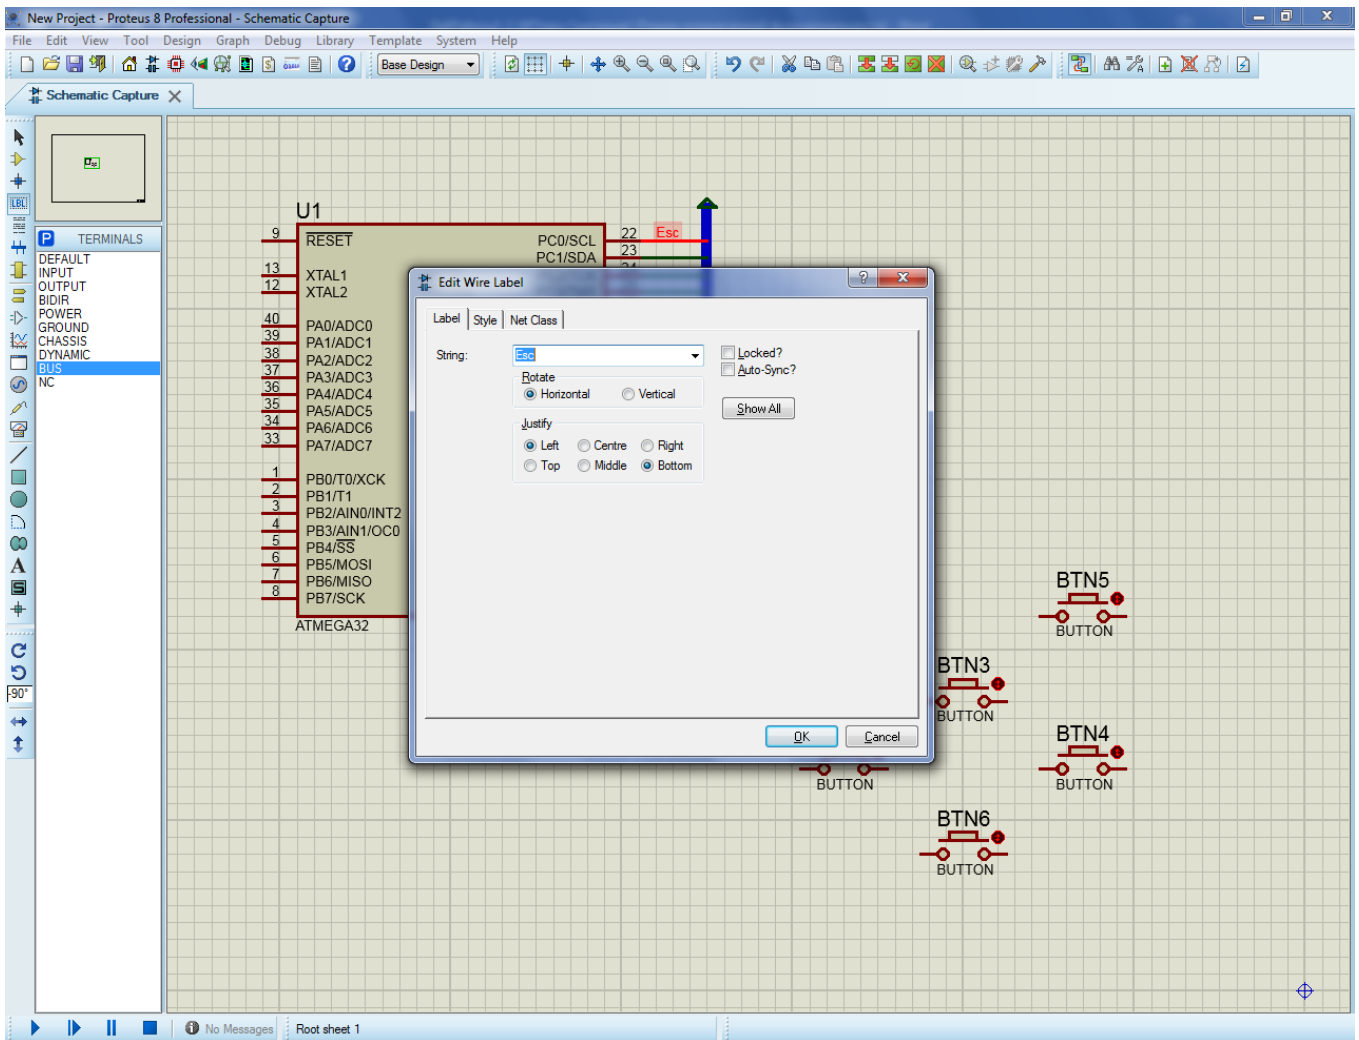

Рис. 1.20 – Окно ввода названия линии.
- слева на панели инструментов выбираем иконку «LBL» (рис. 1.20);